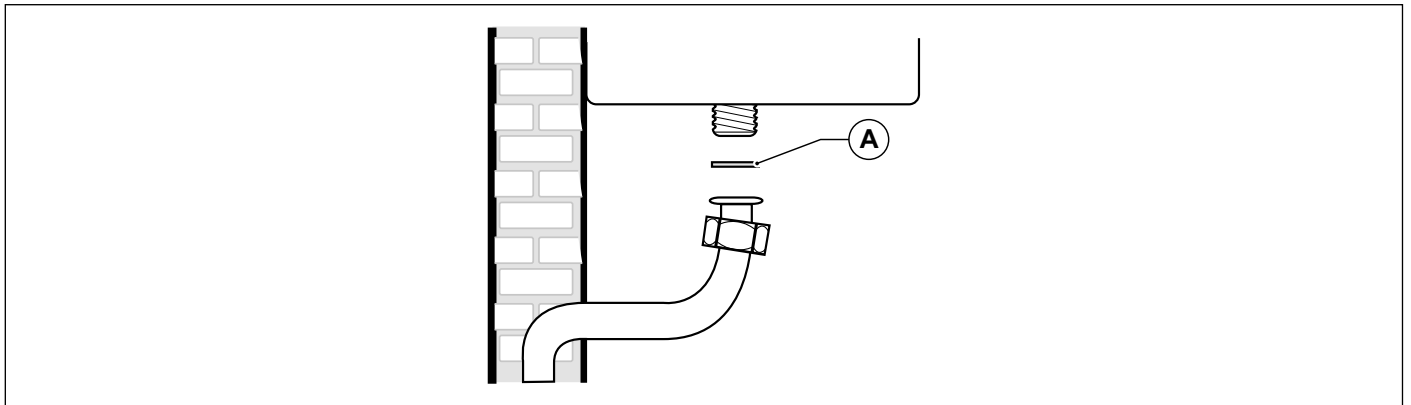

Рис. 8 Підключення газу
Кожен котел забезпечений спеціальним паперовим шаблоном, що знаходиться в упаковці (рис. 8), який дозволяє підготувати труби для підключення до системи опалення, до лінії води санітарного призначення, до газової магістралі і труби подачі повітря та відводу димових газів в момент їх розведення, тобто до початку установки котла на вибране місце.
Підключення котла до лінії підводу газу слід **ОБОВ'ЯЗКОВО** здійснювати накидною гайкою із застосуванням в стиковій площині ущільнювальної прокладки (A) відповідного діаметру і з придатного для цієї мети матеріалу (див. Рис. 8 Підключення газу).